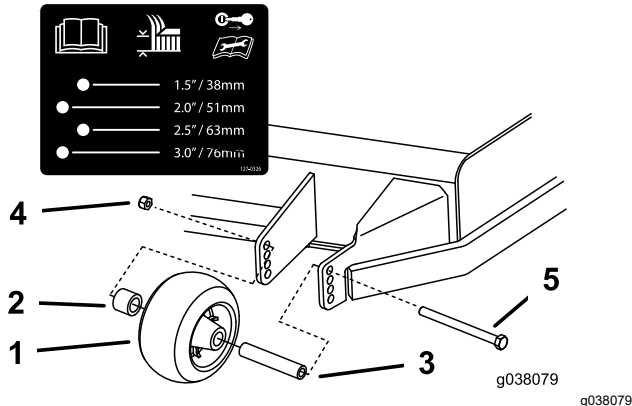

Bild 33
3. Stellen Sie die Antiskalpierrollen ein, wie in Bild 33 abgebildet.